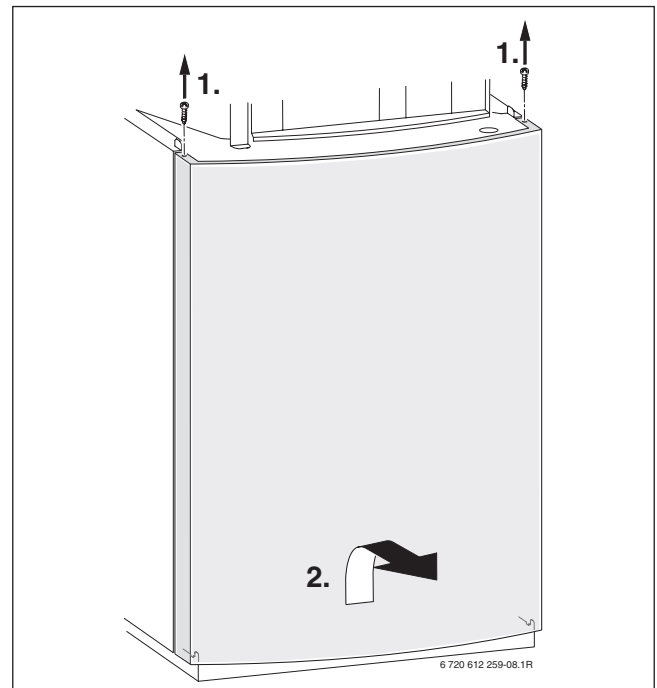

Bild 9
- optimale Montagehöhe: (vertikale) Mitte der von der Anlage beheizten Höhe ($H \cdot \frac{1}{2}$ in Bild 9)